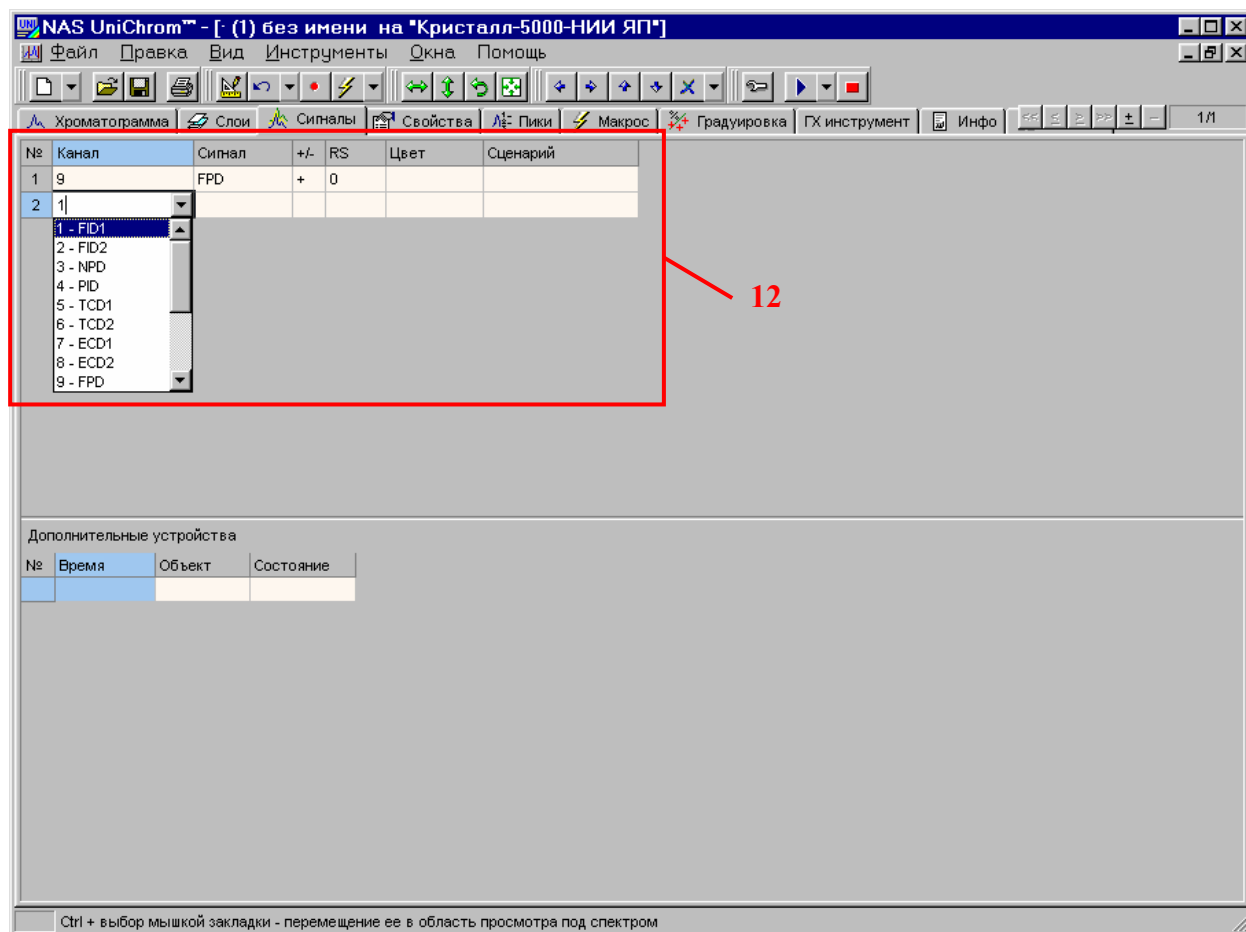

Рис. 24. Задание измерительных каналов.
Если окно подключено к прибору (хроматографу), то при задании номера канала можно воспользоваться списком, из которого можно выбрать соответствующий сигнал (см. Рис. 24).
12. Задайте измерительные каналы (см. Рис. 24).